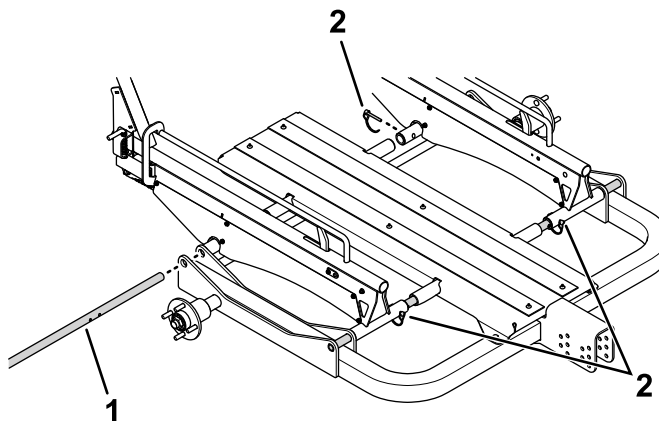

**Figura 18**
- Coloque el soporte central en el bastidor principal, tal y como se muestra en la Figura 18.